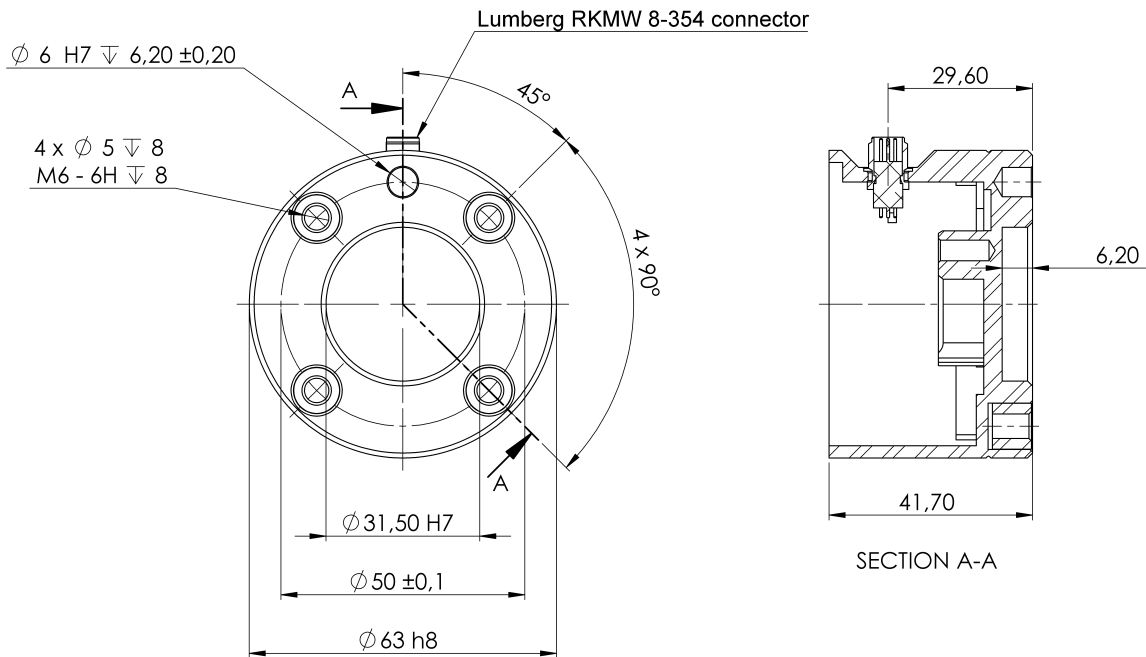

图 4.2: 工具输出法兰 (ISO 9409-1-50-4-M6) 是机器人顶端的工具安装位置。所有测量值均以 mm 为单位。
**工具** 机器人工具法兰有四个 M6 螺纹孔，可用于将工具连接到机器人。M6 螺栓必须使用 8 Nm 的扭矩拧紧，其强度等级为 8.8。为了准确地重新定位工具，请在预留的 Ø 6 个孔中使用销钉。图 4.2 显示了工具法兰的尺寸和孔模式。建议对销钉使用径向槽孔以避免过度约束，同时保持精确的位置。